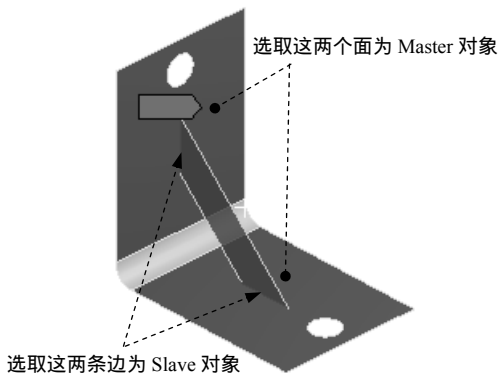

图 7.6.96 选取连接对象
(2) 选择 Master 几何对象。选择图 7.6.96 所示的两个面为 Master 对象, 单击 **Master Geometry** 文本框中的 **Apply** 按钮确认选取。
(3) 选择 Slave 几何对象。选择图 7.6.96 所示的两条边为 Slave 对象, 单击 **Slave Geometry** 文本框中的 **Apply** 按钮确认选取。